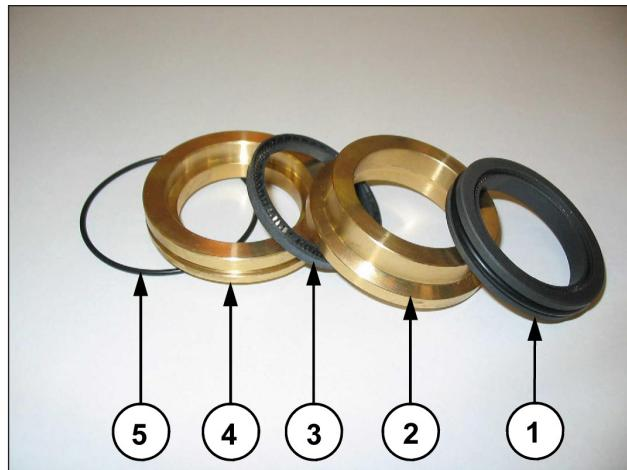

Fig. 22
**Preste atenção com as ordens de desmontagem das vedações do pacote, conforme indicado na Fig. 22, composta de:**